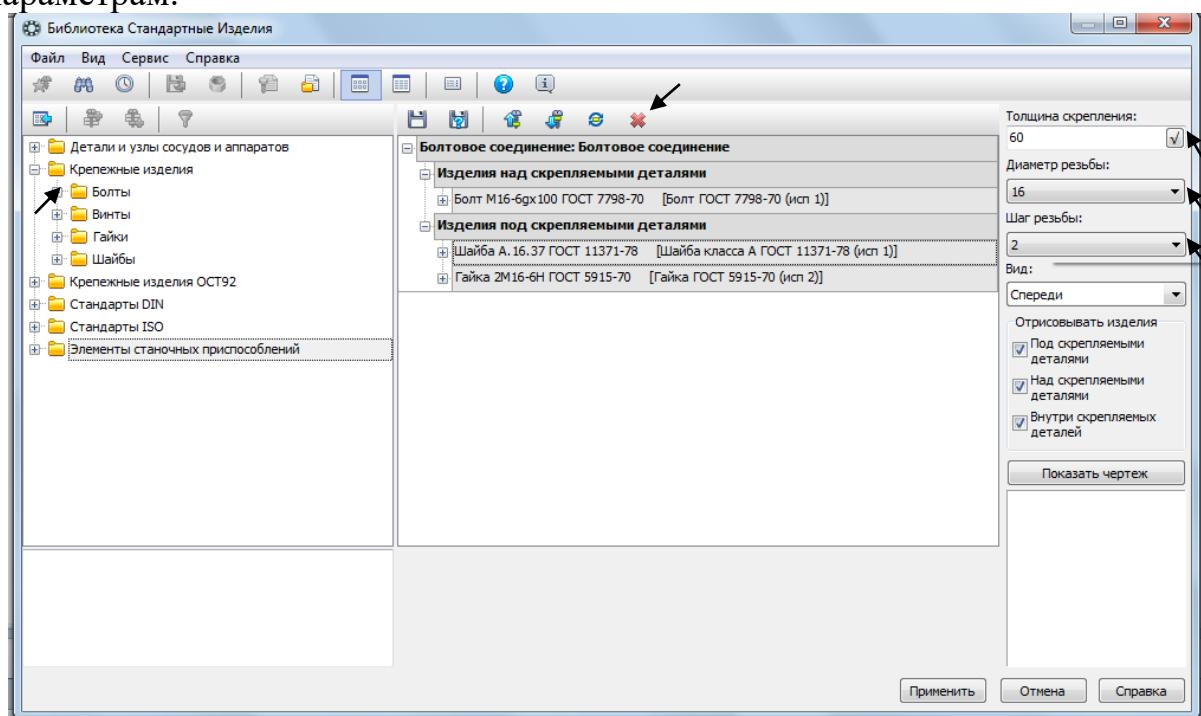

Рисунок 3.
4. Откроется диалоговое окно **Библиотека Стандартные Изделия** (рисунок 3), автоматически программа предложит элементы болтового соединения. Необходимо из центрального списка удалить все элементы ( - удалить), для того, чтобы выбрать болтовое соединение по своим параметрам.